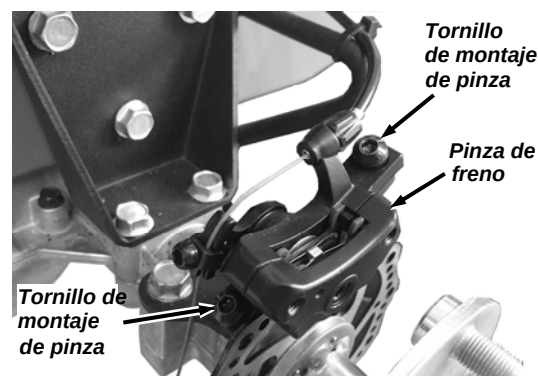

Figura 48
2. Con la llave Allen de 5,5 mm, afloje los tornillos de montaje de la pinza 1 vuelta (*figura 48*).